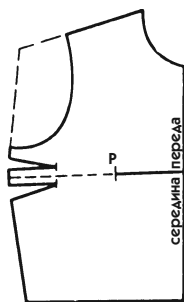

Рис. 495
2. На втором примере, представленном на рис. 495, вы видите ту же вытачку, разделенную на 2 маленькие вытачки.
- Обозначьте глубину каждой вытачки и начертите их длиной 6—9 см в зависимости от величины распах (рис. 495).
3. Можно использовать уменьшенную вытачку, как показано выше, для лифа с цельнокроеными рукавами (реглан, кимоно) любого размера. Достаточно провести прямую линию от нижней точки проймы к продолжению линии плеча (пунктирная линия на рис. 495).